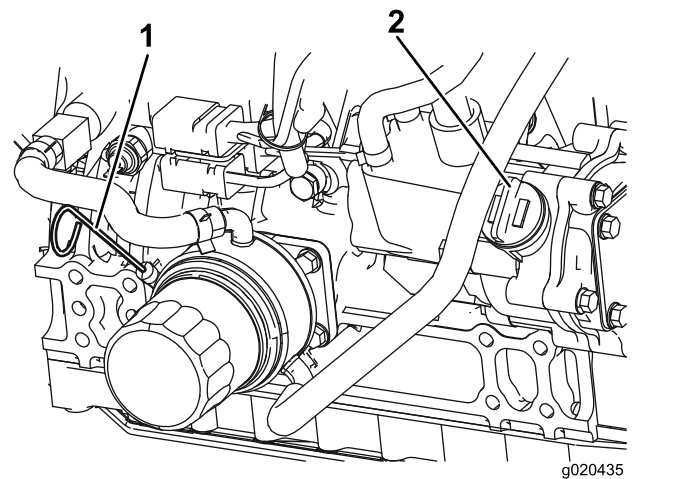

Bild 73
Der Ölstand sollte im sicheren Bereich liegen (Bild 73).
- Wenn der Ölstand unter dem sicheren Bereich liegt, nehmen Sie den Fülldeckel ab (Bild 73) und gießen Sie genug Öl ein, um den Ölstand bis zur VOLL-Markierung anzuheben.